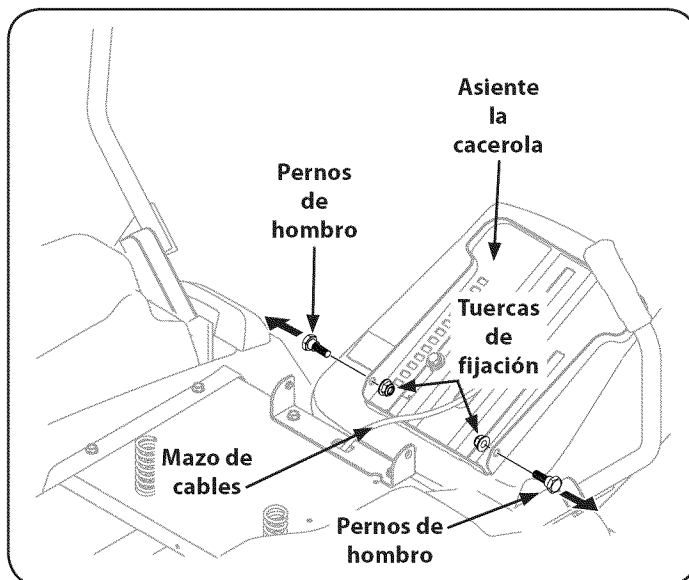

Figura 2
2. Retire los dos tornillos y las tuercas de los hombros en el asiento, como se muestra en la Figura 2.